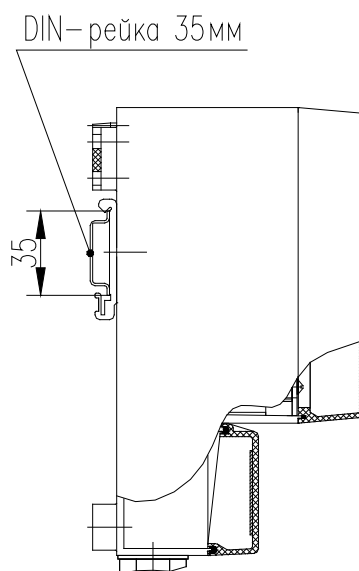

Рис. 8. Монтаж БОИ на DIN-рейку.
2.2.7.2 На рис. 8 показан монтаж БОИ на DIN-рейку.